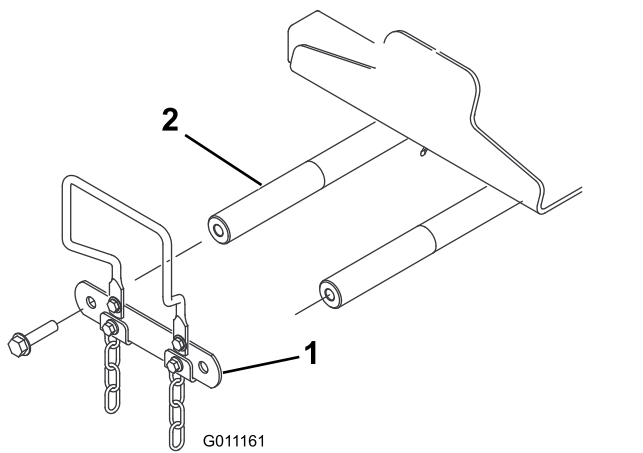

Figura 10
- En la parte delantera de la máquina, retire los 2 tornillos con arandela prensada (1/2" x 2") que sujetan la pletina de unión a los ejes de giro de los brazos de elevación, y retire la pletina (Figura 10).